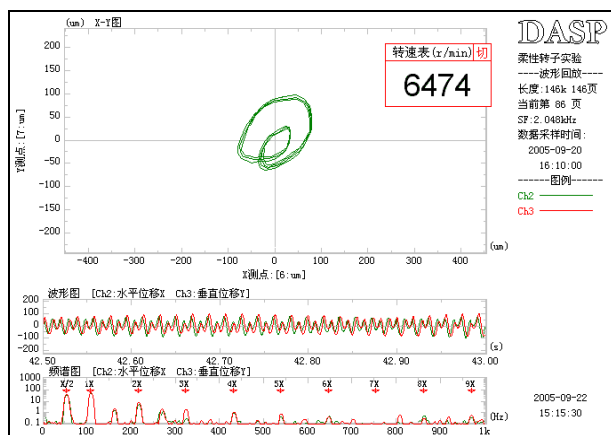

图 1.7 XY 图轴心轨迹分析
- 4 XY 图分析：可选择转轴上某点的水平和垂直位移信号，进行轴心轨迹分析，并结合数字跟踪滤波，进行轴心轨迹的提纯等分析，如图 1.7 显示的是转子出现油膜涡动时的轴心轨迹；